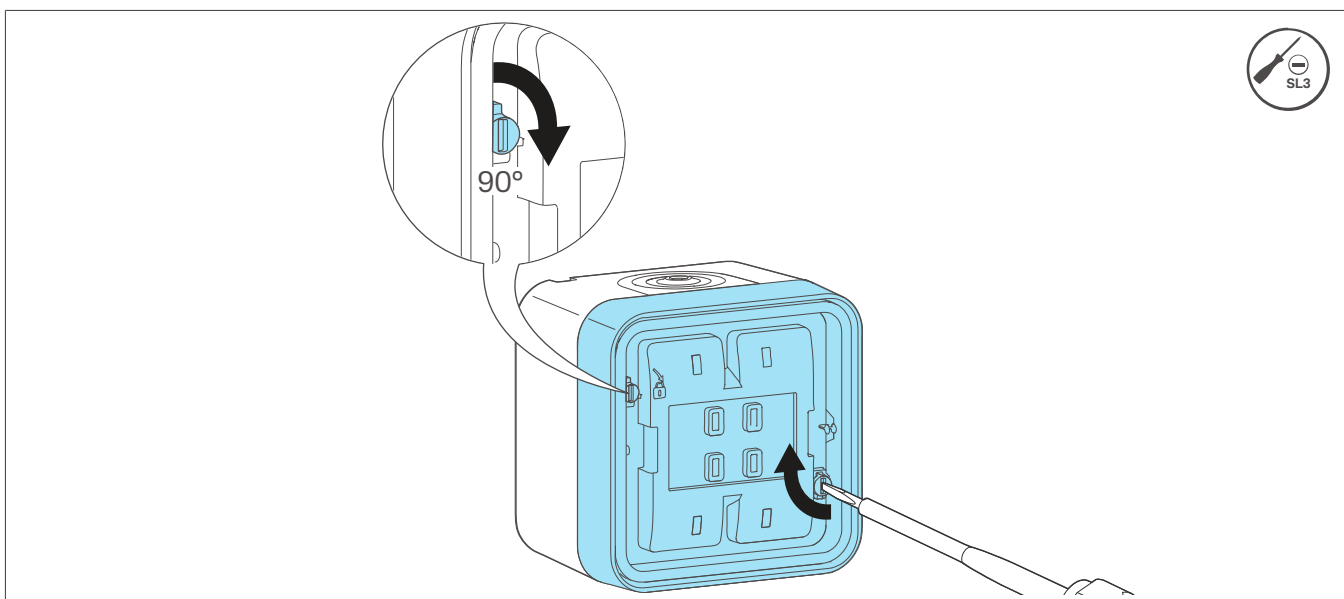

Fig. 12: Montare la cornice di finitura
- 8 Bloccare la cornice di finitura sulle viti ad attacco rapido (8) con una rotazione di $\frac{1}{4}$ di giro verso destra, utilizzando un giravite, nella parte inferiore scatola (Fig. 12).